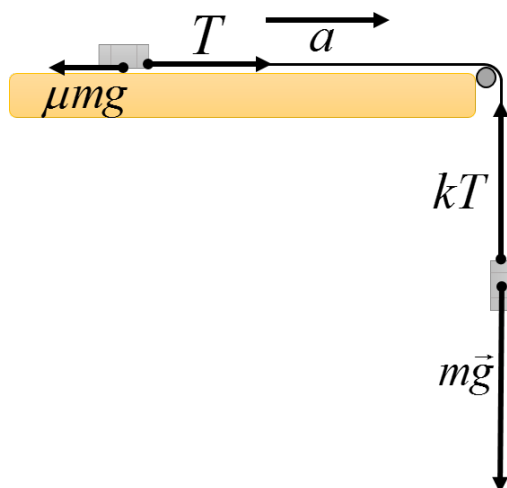

Рис. 5. Расстановка сил при движении гаек
3. Для определения коэффициента  $k$  запишем систему уравнений движения для грузов (см. рисунок 5).